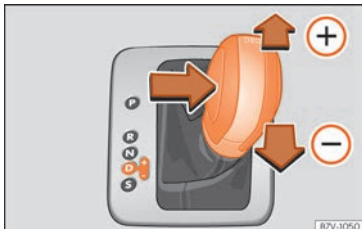

Abb. 236 Wählhebel in Tiptronic-Stellung (Linklenker). Rechtslenker spiegelbildlich.
- Drücken Sie den Hebel nach vorn (+) oder zurück (-), um hoch- oder herunterzuschalten »» **Abb. 236**.